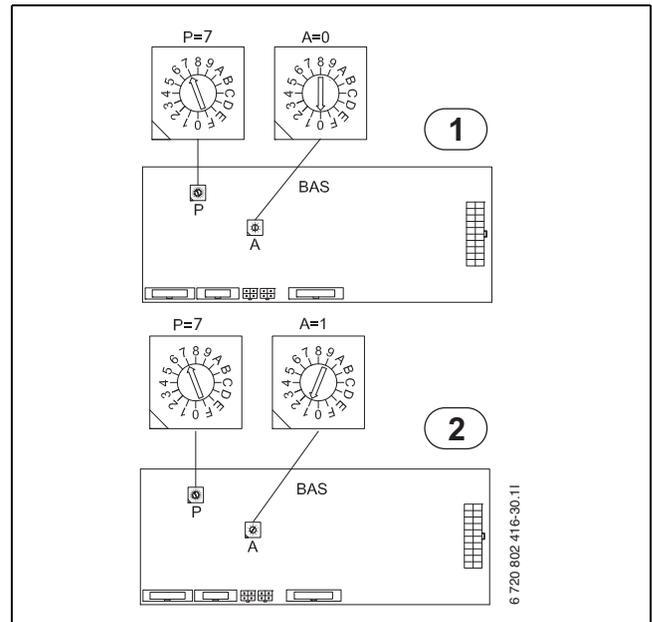

Fig. 37 Adressage des pompes à chaleur 1 et 2
6. Changer l'adresse de BAS (pompe à chaleur 2) de A=0 à A=1 (→ figure 37). Mettre l'interrupteur de terminaison en position "Term" sur la carte PEL (pompe à chaleur 2).